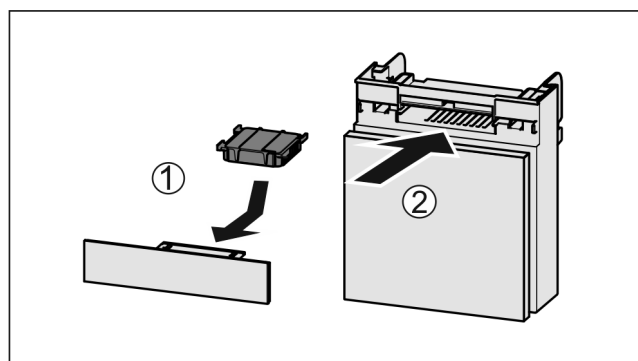

Fig. 55
- ▶ Inserire il vano Fig. 55 (2).